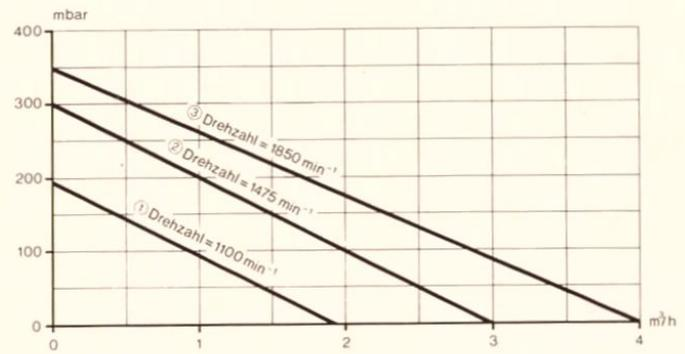

Abb. 8
Die Pumpenauslegung bei den Kesseltypen VKS 35E - VKS 47E nach Tabelle und den Diagrammen Abb. 8 vornehmen. Montage des Pumpeneinbausatzes siehe unter 6.3, Seite 10.
Die Gas-Heizkessel VKS 11 E - VKS 29 E sind mit einer drehzahl-umschaltbaren Heizungspumpe ausgerüstet. Die Gas-Heizkessel VKS 35 E und VKS 41 E sind mit einer drehzahl-umschaltbaren Heizungspumpe nachrüstbar. Der Schalterstellung ①, ②, ③, ④ entsprechende Drehzahl siehe Diagramm Abb. 8.